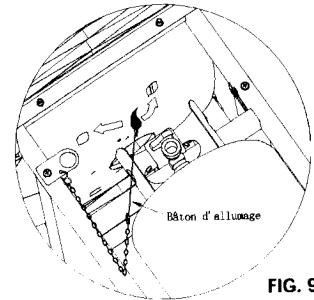

FIG. 9
4. Fixez une allumette enflammée au bâton d'allumage et mettez-la dans le trou du dessous du barbecue (voir fig. 9).